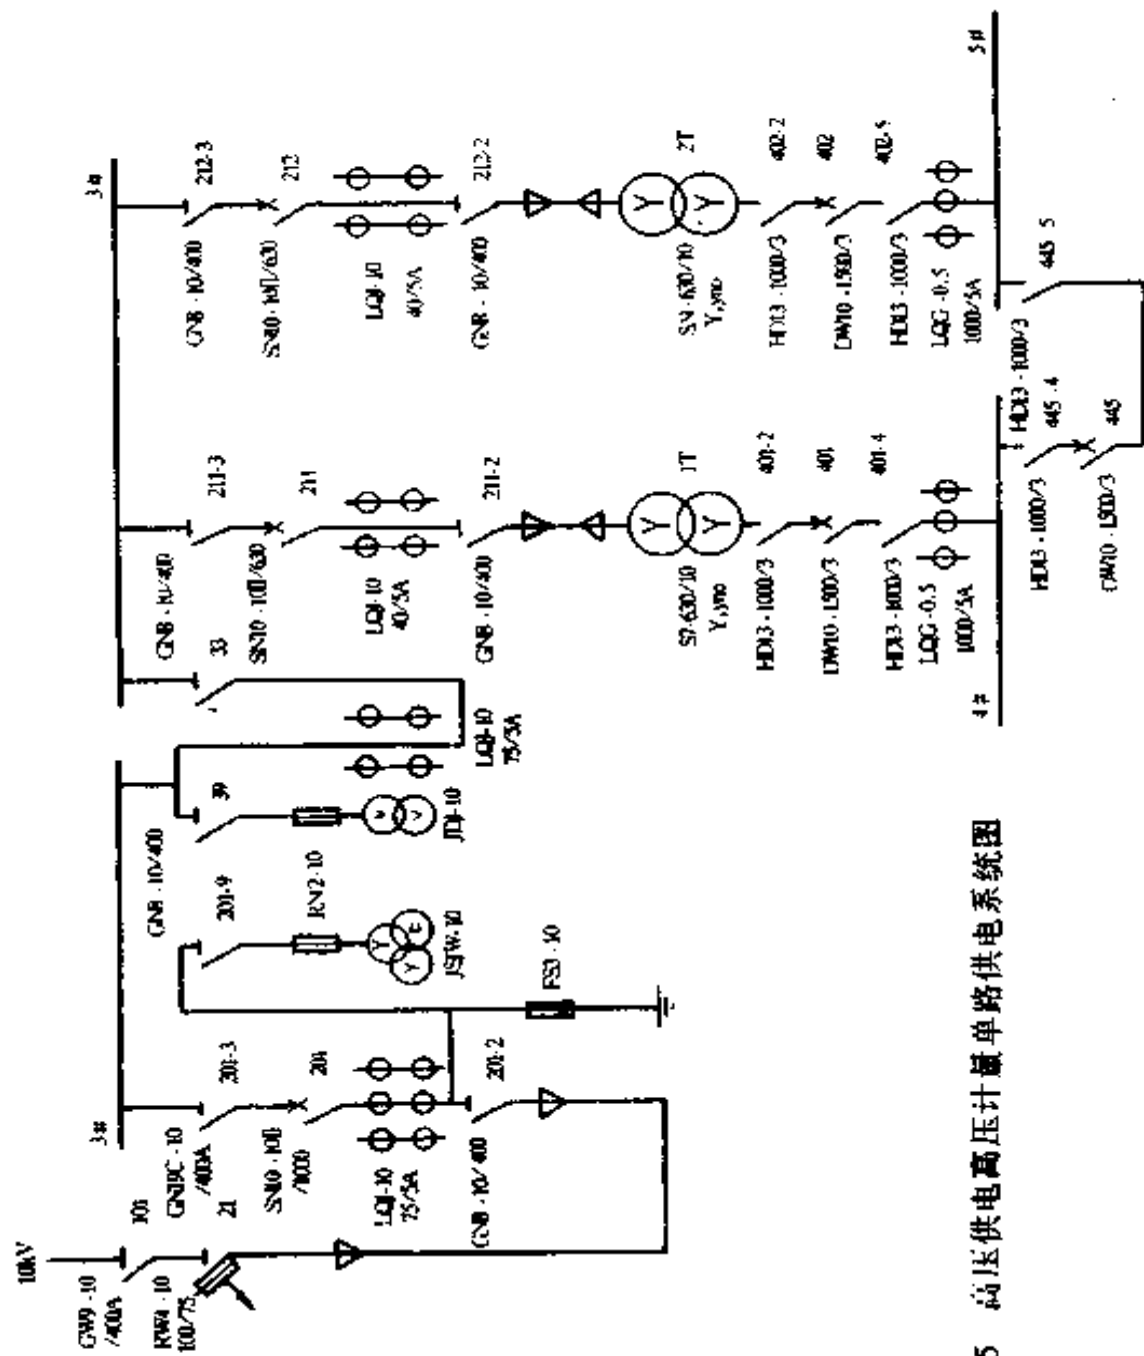

图 2-45 高压供电高压计量单路供电系统图
② 单路电源用户:从 101 开关开始,单母线不分段供两台变压器,分段母线则每段母线各供一台变压器,画至低压母线(含母联开关);如图 2-45 所示。